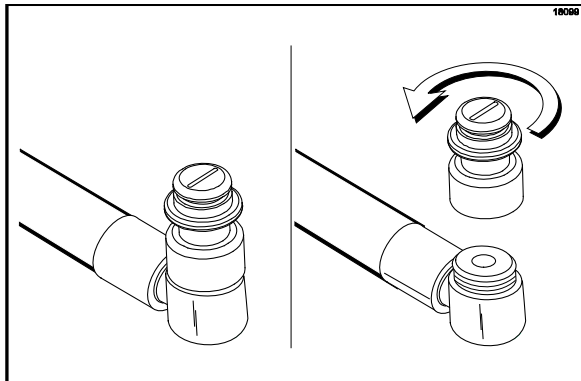

Figure 28
9. Le seau sous la porte, retirer le raccord de tête de sirop du raccord de flexible à sirop en le tournant dans le sens inverse des aiguilles d'une montre. Tenir les raccords de sirop à la verticale, pour minimiser les pertes de sirop (Cf. Figure 28).